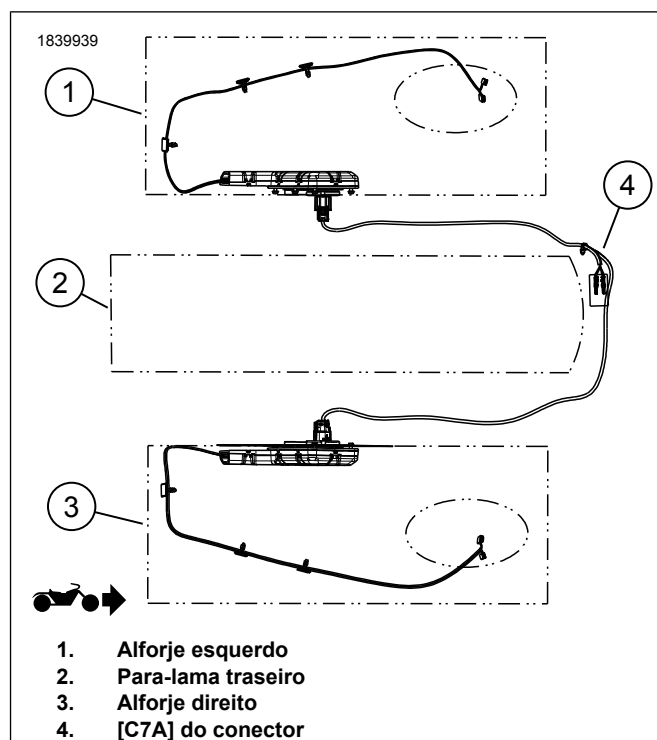

Figura 8. Orientação do chicote de fios
8. Figura 8 Instale o alforje para verificar o comprimento do chicote de fios.